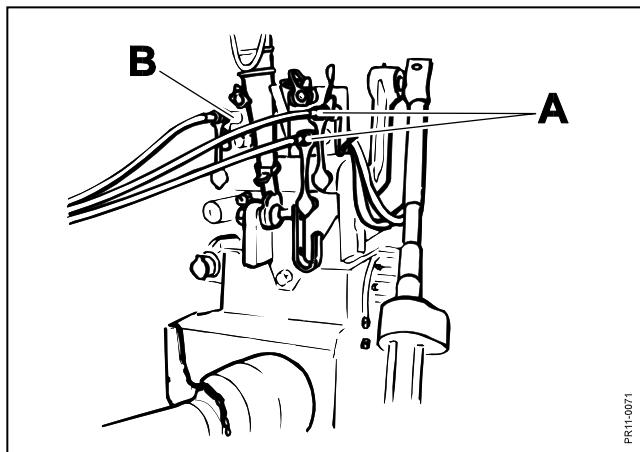

Fig. 2-6
**Fig. 2-6** Hydraulikslangerne for trækstangens svingcylinder tilsluttes det dobbeltvirkende udtag **A** og hjulcylindrenes i et enkeltvirkende udtag **B** på traktoren. Se evt. afsnit **10: HYDRAULIK DIAGRAM** bagest i brugsanvisningen.